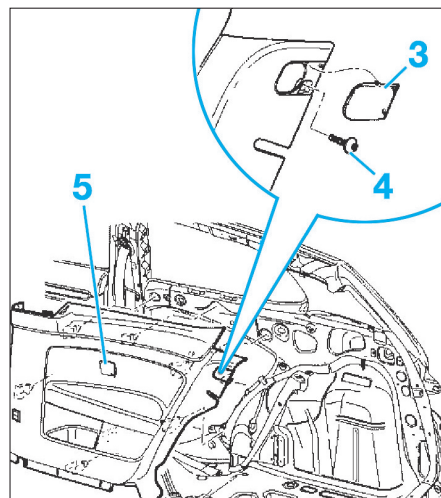

Fig. 50
- Dégrafer le cache (3) puis déposer la vis (4) (Fig.50).
- Si le véhicule est équipé d'enceinte arrière, débrancher le connecteur (5).